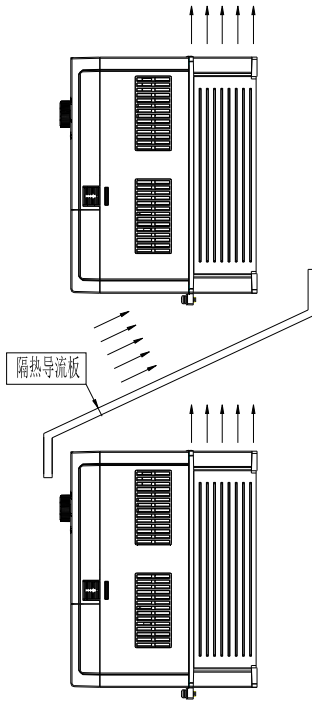

图3-2. A370/A370S变频器安装示意图
- 1) 请垂直安装变频器，便于热量向上散发。但不能倒置。若柜内有较多变频器时，最好是并排安装。在需要上下安装の場合，请参考图3-2的示意，安装隔热导流板。